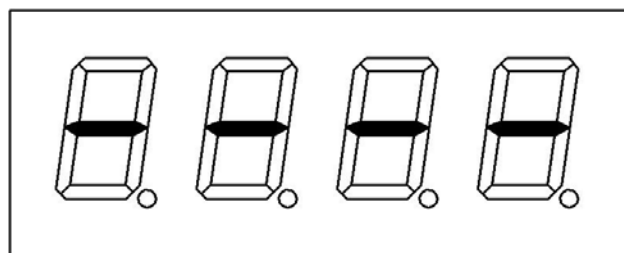

Рис. 3.5.
3.3.1 На рис. 3.5 изображено показание прибора в случае превышения результатом измерения верхнего значения диапазона измерения прибора.